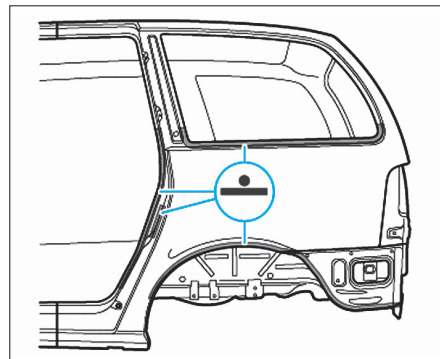

FIG. 57
- Doubler les zones d'accostage avec des restes de tôle prélevés sur la pièce neuve (Fig.57).